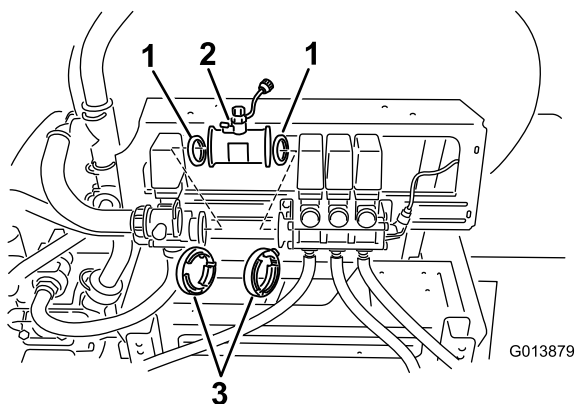

図 6
6. 攪拌バルブとboomバルブ・アセンブリの間にフローメータを取り付ける；フローメータについている矢印がboomバルブ（3個）の方に向かうように取り付けること（図 6）。
- A. 既存のガasketは、攪拌バルブにはまるようにフローメータ側に取り付ける（図 6）。